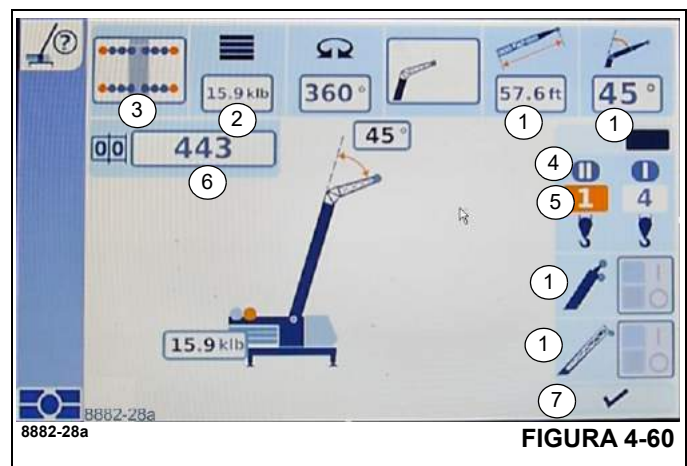

FIGURA 4-60
- Contrapeso (2), (Figura 4-60).
- Sistema de la pluma (1), (Figura 4-60).
- Separación entre estabilizadores (3), (Figura 4-60).
Al introducir los componentes, al mismo tiempo se visualiza el código de RCL correspondiente (6), (Figura 4-60).
Luego debe introducir el enhebrado actual (5), (Figura 4-60), y aceptar el modo de aparejo indicado.
- Seleccione uno de los componentes deseados (1), (Figura 4-60), a (4), (Figura 4-60).